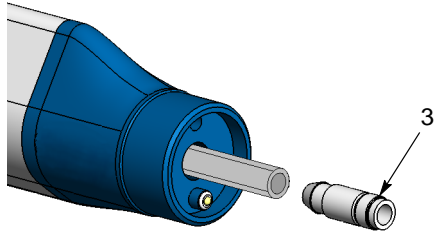

Abb. 19 Schlauchsteckanschluss abnehmen
3. Siehe Abbildung 19. Den Schlauchsteckanschluss (3) aus der Pistole ziehen und den flexiblen Pulverschlauch vom Schlauchanschluss abnehmen.
9. Den Verriegelungsring (20) auf dem Ende des flexiblen Pulverschlauchs installieren. Das Ende des flexiblen Pulverschlauches in die Gewebehülse stecken und den Pulverschlauch nach vorn durch die Pistole ziehen.
10. Siehe Abbildung 19. Den Schlauchsteckanschluss (3) am Ende des flexiblen Schlauches installieren, dann den Schlauch zurückziehen, bis der Anschluss in der Pistole sitzt.